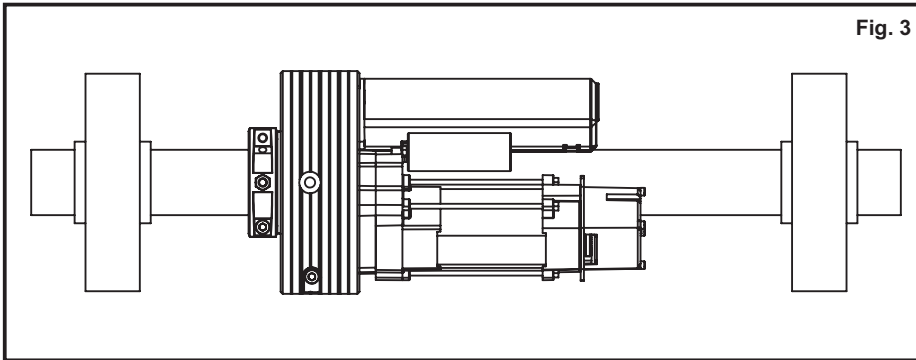

Fig. 3
- H) Verificare che il motore risulti posizionato sul lato destro vista interna serranda e avvitare la vite TE M10 (vite testa esagonale senza dado, posizionata nella parte anteriore del collare di chiusura chassis) facendola penetrare nel foro M10 praticato precedentemente sul tubo della serranda (FIG. 3).
- H) Verify that the electric motor is placed on the right side rolling shutter and screw the TE M10 (hexagonal screw without nut, placed on the foreground part of the second part of the chassis) screwing it inside the hole M10, effected before on the tube of rolling shutter (FIG. 3).
- H) Vérifier que le moteur électrique est positionné à droite et serrer la vis TE M10 (vis tête hexagonale sans écrou, positionné dans la partie antérieure de la deuxième partie du chassis) serrant la dans le trou M10 effectué précédemment sur le tube du rideau métallique (FIG. 3).
- H) Comprobar que el motor eléctrico está colocado a la derecha vista interna de l'enrollable y atornillar el tornillo TE M10 (tornillo hexagonal sin tuerca, colocado en la parte adelantera del segundo chasis) atornillando totalmente en el taladro M10 efectuado anteriormente en el eje de l'enrollable (FIG. 3).